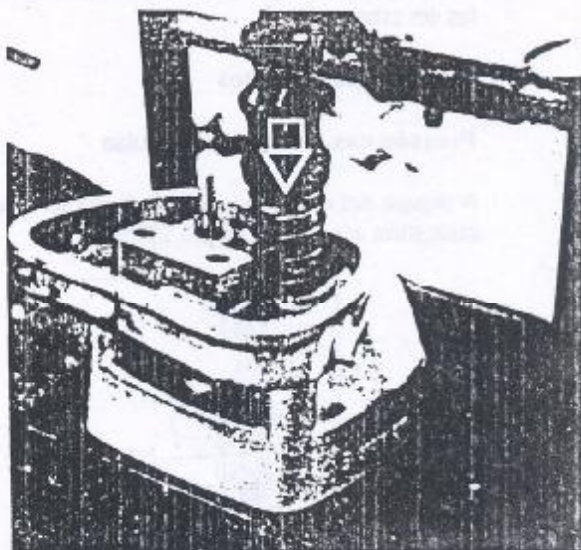

Figura 1.09.1 - Dispositivo para comprimir a mola das válvulas
1. Posicionar o conjunto do cabeçote em um dispositivo para comprimir as molas das válvulas (Figura 1.09.1).
1. Instalar as válvulas no cabeçote e posicionar o cabeçote no dispositivo para desmontagem das válvulas (Figura 1.09.1).